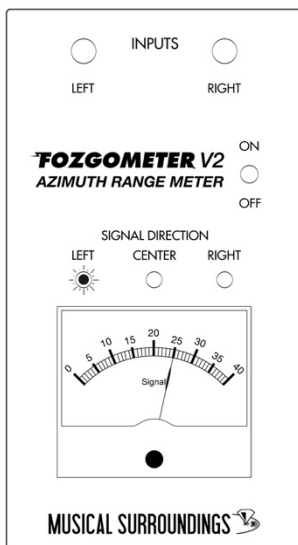

Figure 4, Left 25
2. Spielen Sie Track 2 auf Test LP und dem LEFT SIGNAL Die Richtungsanzeige sollte aufleuchten Notieren Sie den Zählerstand wie in Abbildung 4.